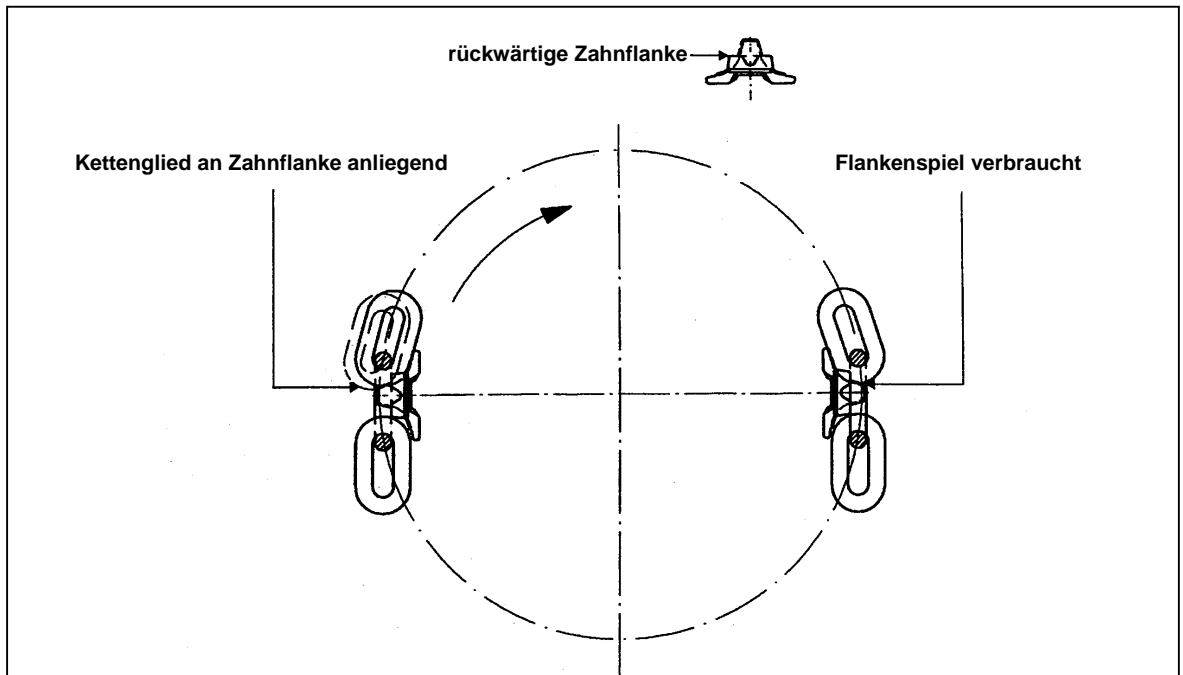

Bild 4
7.1 Bei zu langer Kettenteilung durch Verschleiß (Bild 4 Seite 8)